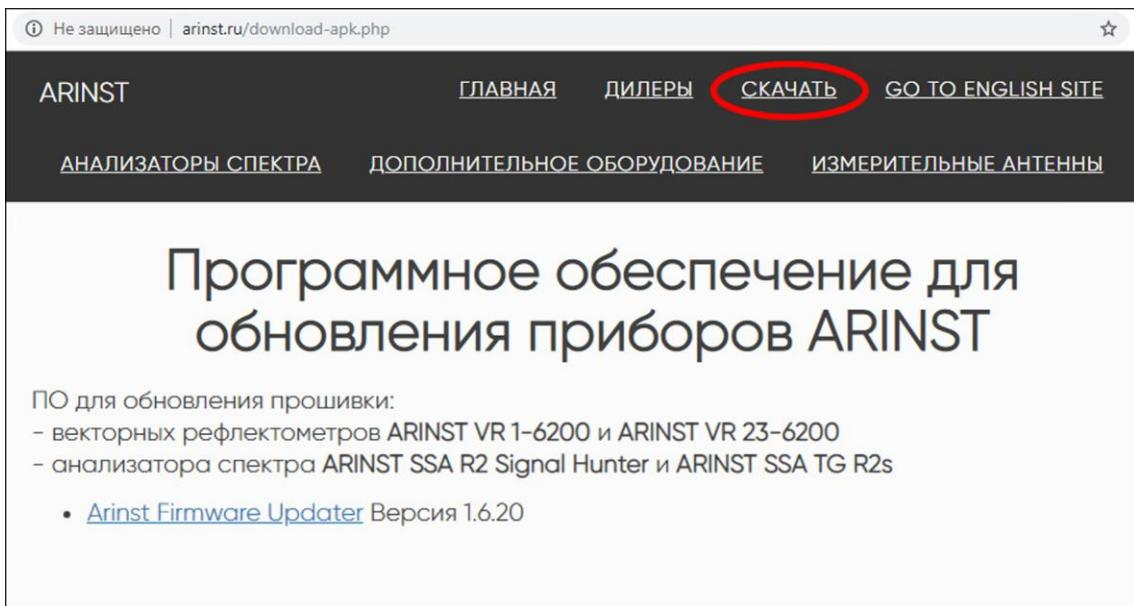

Рисунок A1.1 – Загрузка ПО для проведения обновления прибора
1.1. Зайдите на официальный сайт ARINST, введя в адресной строке вашего браузера адрес www.arinst.ru. Перейдите в раздел **СКАЧАТЬ** и кликните по файлу *ARINST Firmware Updater* для обновления прошивки анализатора спектра ARINST SSA TG R2s (Рисунок A1.1).